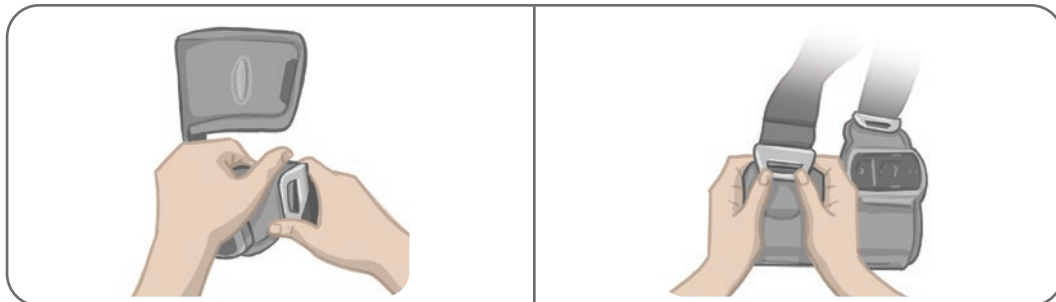

Abbildung 8-14: Erneutes Befestigen der Oberschenkelgurte
2. Drücken Sie die Gurtschnalle mit Ihren Daumen zum Gurt hin (weg von der Oberschenkelmanschette). Siehe Abbildung 8-14.